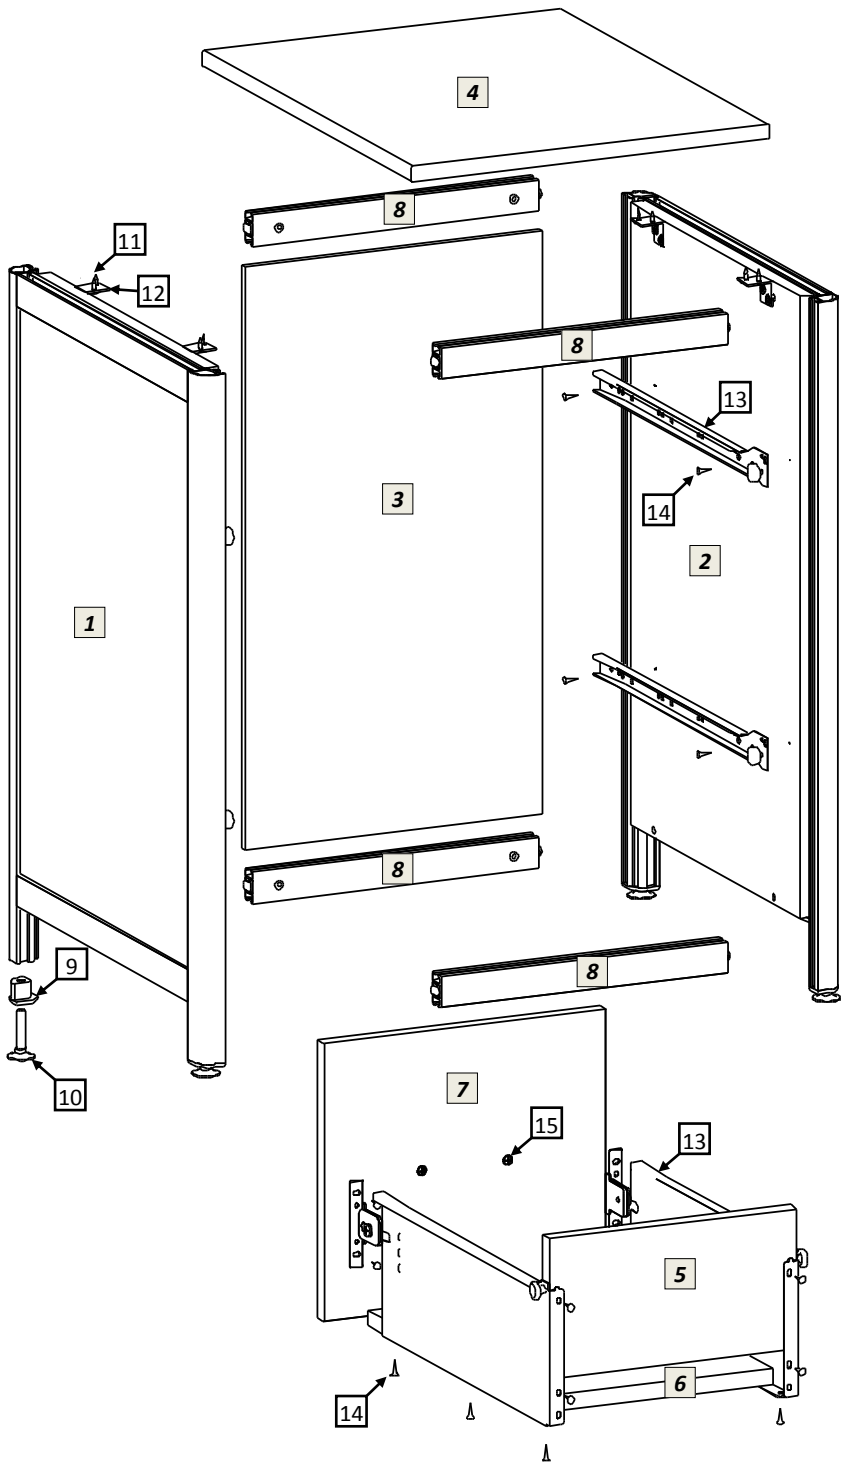

рис.1
- 5.1 Распаковав тумбу, внимательно ознакомьтесь со схемой сборки, изображённой на рис.1. Согласно позициям на схеме и комплектовочной ведомости определите расположение деталей в изделии и порядок их сборки. Сборка производится на ровном полу, укрытом материалом, предотвращающим повреждение покрытия пола и деталей мебели. Подготовьте необходимые для сборки инструменты – плоскую и крестовую отвёртки, молоток, рулетку или линейку, гаечный ключ 12мм для регулировки опор, шуруповёрт.
- 5.4 Сборка выдвижных ящиков. Схема сборки ящиков показана на рис.1. Шурупами 4x16 соедините заднюю стенку, днище ящика и его фасад с металлическими боковинами направляющего механизма. На фасад ящика установите ручку.